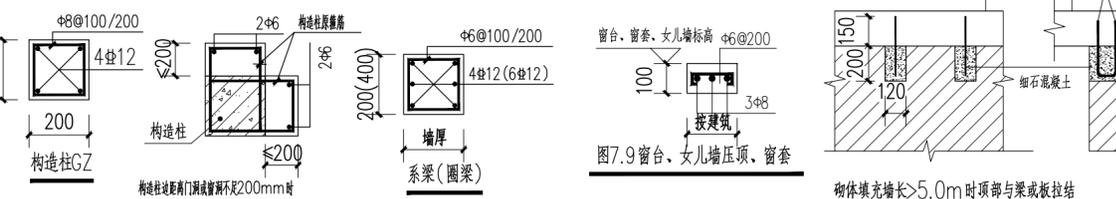

图7.4 构造柱、系(圈)梁配筋图示
- 墙长大于5m时，墙顶与梁宜有拉结；墙长超过8m或层高2倍时，宜设置钢筋混凝土构造柱；墙高超过4m时，在墙体半高或门顶、窗顶、窗底设置一道与柱连接且沿墙全长贯通的钢筋混凝土水平系梁。构造柱、系梁设置配筋如图7.4所示。
- 当砌体填充墙端部无结构柱（墙），或为室内开口且端部两端、洞口宽度 > 1.5 m的洞口两侧应设置构造柱，构造柱截面及配筋详图7.4所示。洞口宽度 < 1.5 m未设置构造柱时应用C20混凝土填充两个孔。
- 砖砌女儿墙转角、丁字角及墙长每3.6m左右设置构造柱，构造柱截面及配筋详图7.4所示。